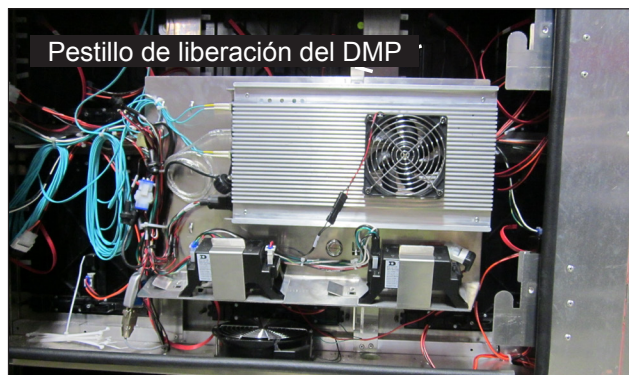

Figura 17: Pestaña de liberación DMP-8065
El Reproductor de Medios Digitales (DMP, por sus siglas en inglés) recibe el contenido de Internet y lo envía a los PLR dentro de la pantalla y a los módulos. Todas las conexiones del DMP están ubicadas en la parte inferior de la unidad. El DMP es una unidad reemplazable en campo. Vea la **Figura 17**.
6. Tire de la pestaña de liberación del DMP-8065 y cuidadosamente levante el DMP de la placa de montaje del DMP. Vea la **Figura 17**.